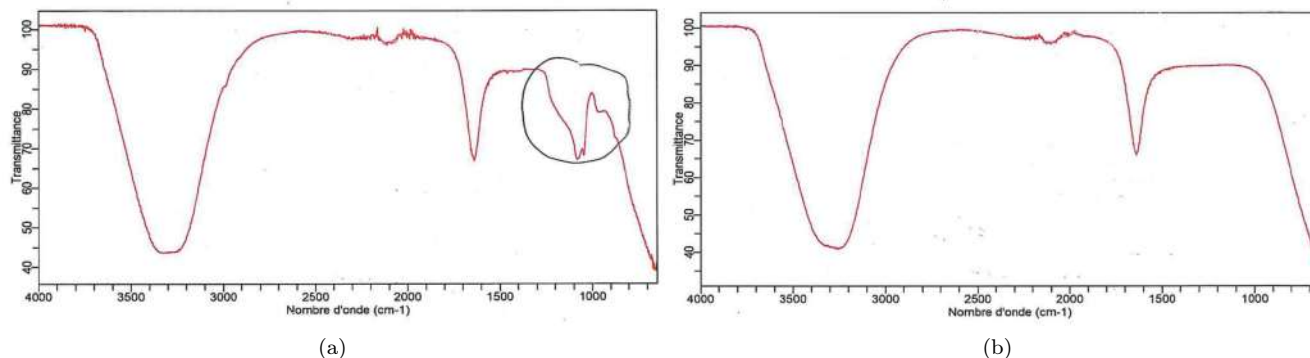

FIGURE 1 – (a) Spectre IR de la silice de précipitation (b) Spectre de l'eau
- On peut faire les spectres IR aux différentes étapes (voir Fig. 1).